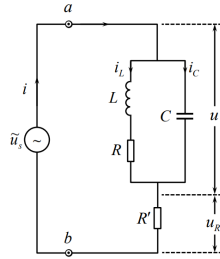

图 2: 并联电路图
在图 2 中，可以计算出电路的总阻抗  $|Z_p|$  和相位差  $\varphi$  为：
1. 取  $L = 0.1H$ ,  $C = 0.05\mu F$ ,  $R' = 5k\Omega$ , 按图 2 中的方式连接电路.
1. 尽管图 2 中画出了  $R$ , 但实际上只需要利用电感自带的内阻即可, 并不需要额外连入新电阻.